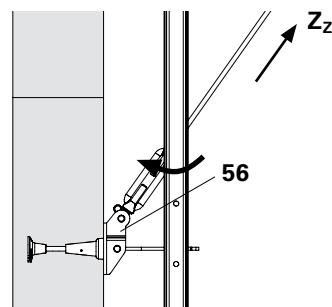

Fig. B1.34d
6. Inserire l'anello con bullone $\varnothing 25$ (60.1) nell'attacco ancoraggio CB M24 (56) e assicurarli con il relativo perno e inserto a molla. (Fig. B1.34d)